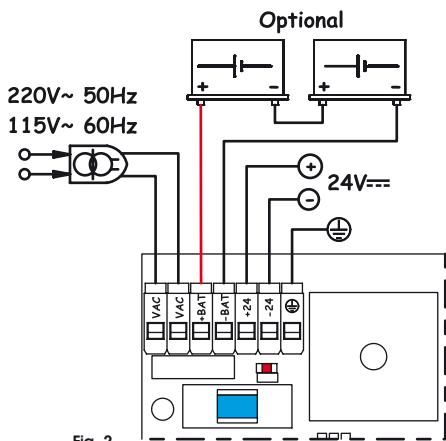

Fig. 2
5.1. MORSETTIERA CN1 (Fig.2)	pag.3
5. COLLEGAMENTI E FUNZIONAMENTO**5.1. MORSETTIERA CN1 (Fig.2)****5.1.1. ALIMENTAZIONE 22V**